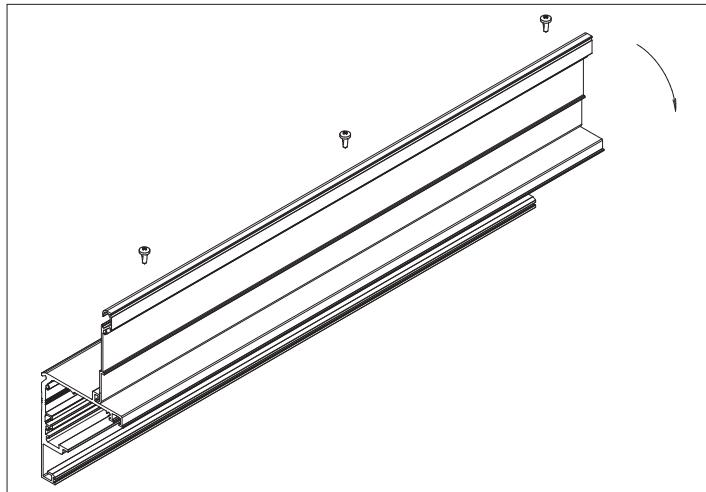

Рис. 1
- Зашелкните несущий профиль примыкания в основном несущем профиле, закрепите его шурупами $4,2 \times 13$ мм с шагом 500 мм (рис. 1, 2).